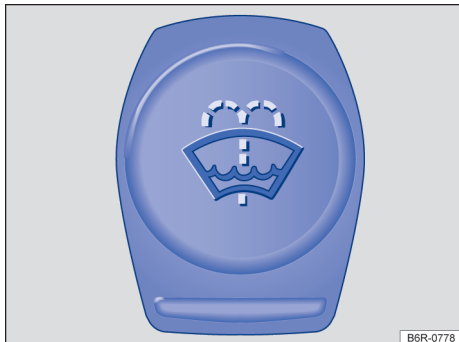

Fig. 223 No compartimento do motor: tampa do reservatório de água dos lavadores dos vidros.
- O reservatório de água dos lavadores do para-brisa pode ser reconhecido pelo símbolo 🚰 na tampa → Fig. 223.